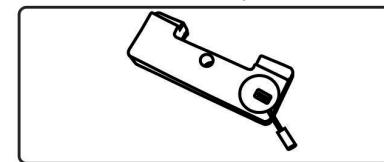
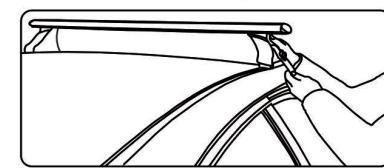

рис. 18
рис. 19
1.3.2 Предварительно установите дугу с опорами на крышу вашего автомобиля в соответствии с информацией на подушках (рис. 18). Определите место установки опор относительно центра крыши *1 автомобиля (см. информацию в таблице сборки) (рис. 19).